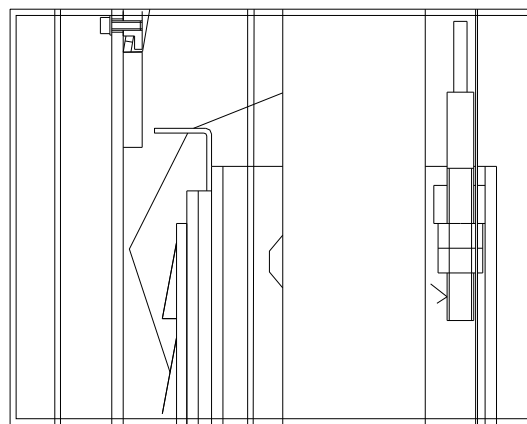

рис. 15
- ◆ Обидва троса повинні бути синхронізовані при підйомі і опусканні (Рис.15)